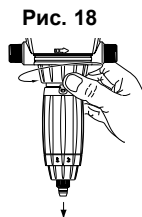

Рис. 18
- Отвинтите гайку, удерживающую узел дозирования (Рис. 18).